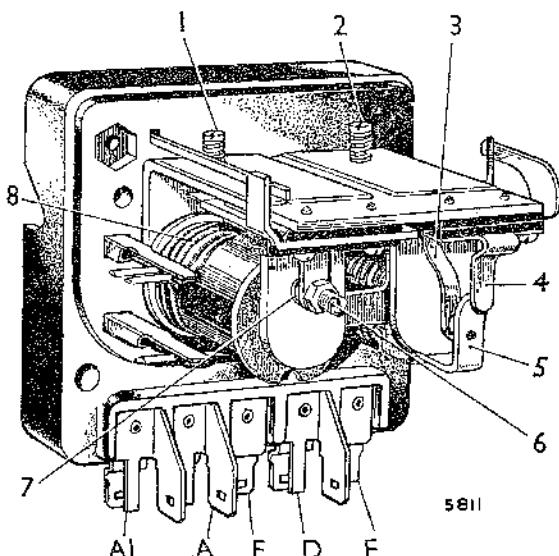

Fig. N.3
- (1) Desconectar los cables de los terminales 'A' y 'A^t' del regulador y juntarlos.
- (2) Conectar el conductor negativo de un voltímetro (0-20 voltios) al terminal 'D' de la caja del regulador, y el conductor positivo al terminal 'E'.
- (3) Incrementar lentamente la velocidad del motor hasta que oscile la aguja del voltímetro y se quede fija después. Esto tendrá lugar entre 15,8 y 16,7 voltios, dependiendo de la temperatura ambiente.
- (4) Si se precisa ajuste, parar el motor y quitar la tapa de la caja del regulador.
- (5) Girar el tornillo de ajuste del voltaje (1) (Fig. N.3) de izquierda a derecha para elevar el voltaje, y a la inversa para reducirlo. Girar una fracción de una vuelta a la vez. Este ajuste deberá completarse en 30 segundos, pues de lo contrario los ajustes serán afectados por el calor. No hacer funcionar la dinamo a más velocidad de la necesaria para que se efectúe el ajuste.